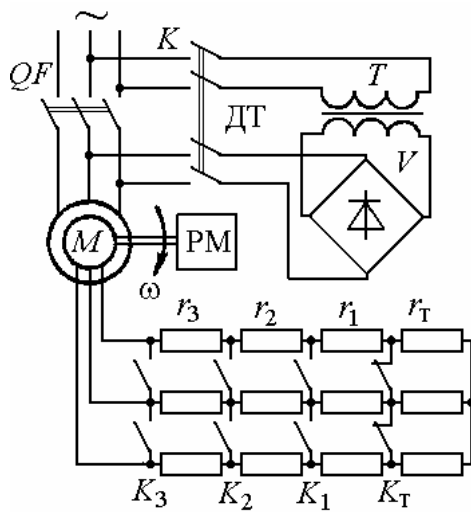
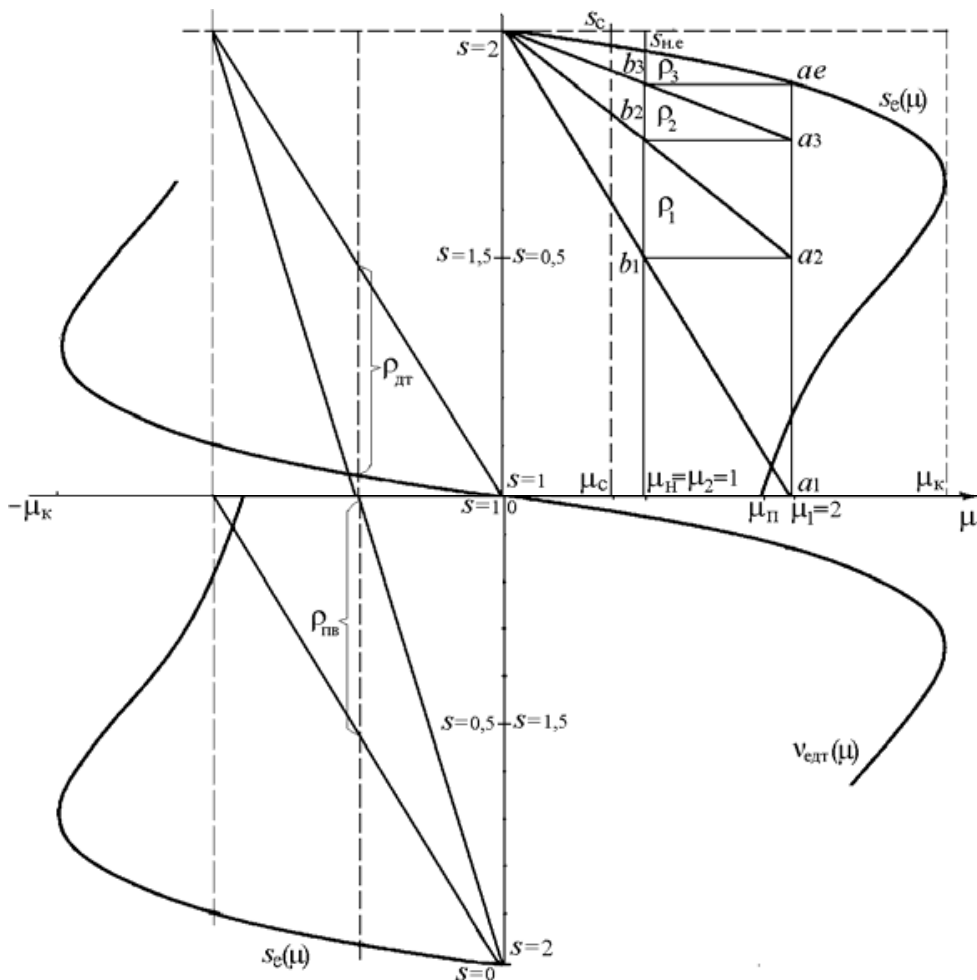

Рис.13. Схема реостатно-релейного пуска и торможения АДФР
Рис.14. Механические пусковые и тормозные характеристики АДФР
Задача 22. Для привода с асинхронным двигателем с фазным ротором и реостатно-релейным управлением (рис.13) построить статические характеристики реостатного пуска и рассчитать ступени пускового реостата (рис.14). Номинальные данные асинхронного двигателя привода: $P_H = 22$ кВт; $U_{1H} = 380$ В; $I_{1H} = 50$ А; $s_H = 0,06251$;
Задача 23. Определить вид переходных процессов и построить характеристики изменения момента и скорости двигателя при реостатно-релейном пуске привода с асинхронным двигателем при постоянном моменте нагрузки ($\mu_1 = \text{const}$). Двигатель имеет данные $P_H = 22$ кВт; $\omega_0 = 104,5$ рад/с; $s_H = 0,0625$; $J_{\delta} = 0,5$ кгм². Приведенные параметры механизма: $M_c = 0,5M_H$, $J_{пр} = 0,5$ кгм². Привод пускается в три ступени при $\mu_1 = 2$ и $\mu_2 = 1$ (см. задачу 22). Механические характеристики и характеристики пуска приведены на рис.14, 15.
Задача 24. Для схемы асинхронного привода с реостатным управлением по рис.13 определить величину сопротивления ступени тормозного противовключения $r_T = r_{ПВ}$ при максимальном значении тормозного момента $\mu_{T1} = 2$ и $s_{T1} \approx 2$. Номинальные данные двигателя привода приведены в задаче 22.
2. По графику пусковых характеристик $m = 3$, $\mu_1 = 2$, $\mu_2 = 1$ и сопротивление противовключения $r_T = r_{ПВ}$ (см. рис.14).
Задача 25. Для схемы асинхронного привода с реостатным управлением (см. рис.13) определить величину напряжения постоянного тока, подаваемого взамен переменного в статор двигателя, и величину сопротивления динамического торможения r_{dT1} для $\mu_{dT1} = 1$ при $v_{dT1} = 0,9375$. Соединение обмоток статора - звезда. Номинальные данные двигателя привода приведены в задаче 22. Для расчета напряжения питания двигателя постоянным током принять омическое сопротивление фазы статора двигателя $r_{1\phi} = 0,24$ Ом.